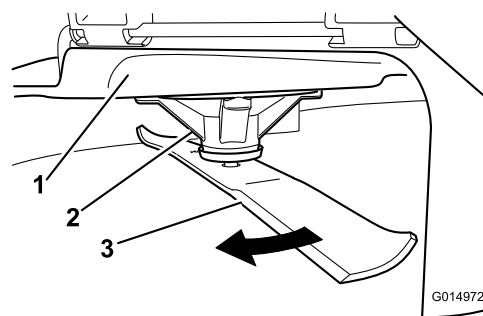

Figure 88
2. Enfilez des gants épais ou utilisez une autre protection adéquate pour les mains, et faites tourner la lame lentement jusqu'à une position permettant de mesurer la distance entre le tranchant et la surface plane sur laquelle se trouve la machine (Figure 88).